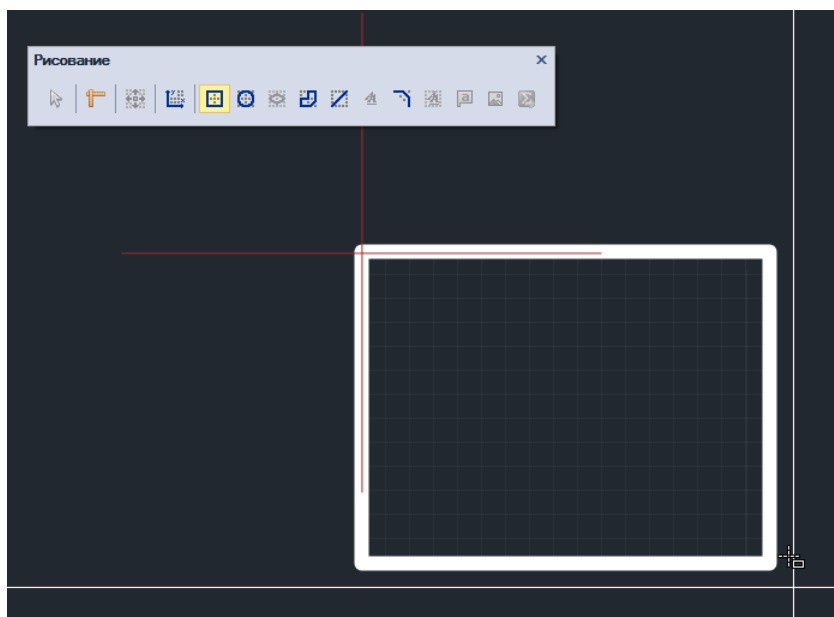

Рис. 52 Создание границ платы
2. Построить замкнутый контур платы, используя инструменты графического редактора, см. Рис. 52.